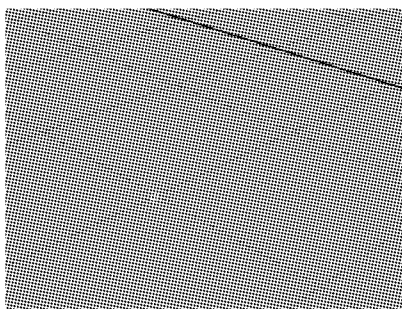

图 3-2 曲线的开始点
(2) 按住 X 键,启用网格吸附功能。单击创建出第 1 个控制点,第 1 个控制点的存在状态是一个小“空框”,它表示曲线的开始位置,如图 3-2 所示。
(3) 单击创建第 2 个点,该可控点的存在状态是一个小写字母 U,它表示曲线的方